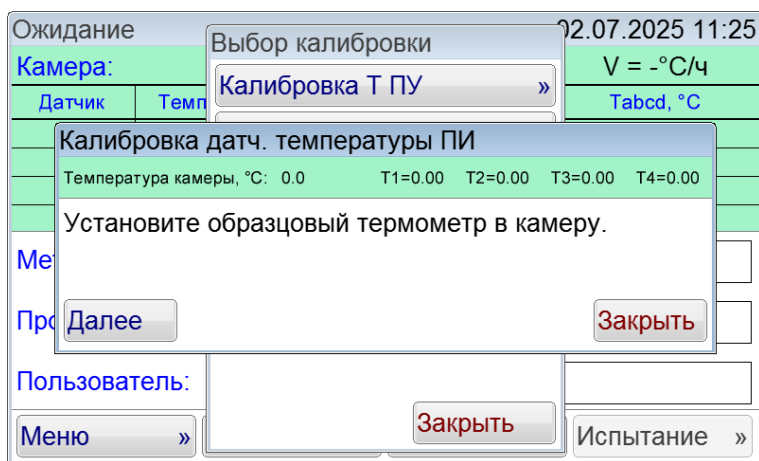

Рисунок 35 – Калибровка датчиков температуры ПИ
- 4) Нажать кнопку [Калибровка Т ПИ]. Откроется окно (см.рисунок 35).